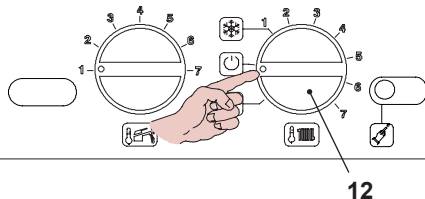

Fig. 9.17
- Per uscire dalla programmazione posizionare il selettore 12 come indicato in Fig. 9.17.